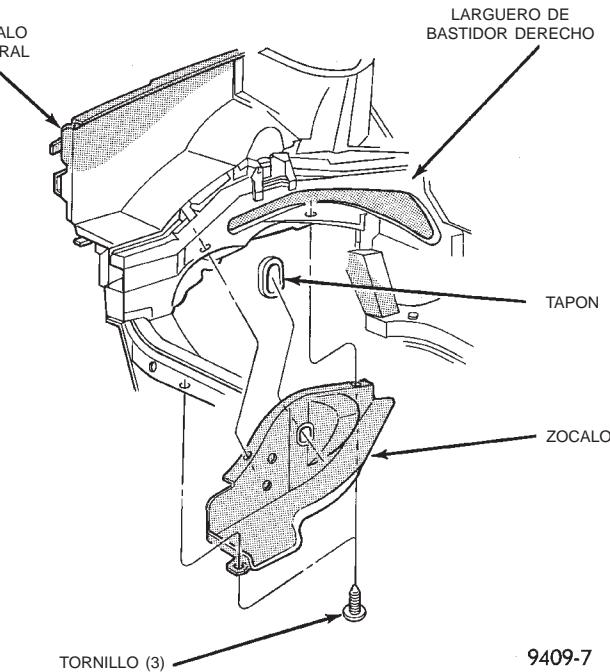

Fig. 33 Zócalo interno derecho
(1) Retire las correas de transmisión de accesorios. Para informarse sobre el procedimiento descrito en esa sección, consulte el Grupo 7, Sistema de refrigeración.
(2) Eleve el vehículo sobre un elevador y retire el zócalo interno derecho (Fig. 33).